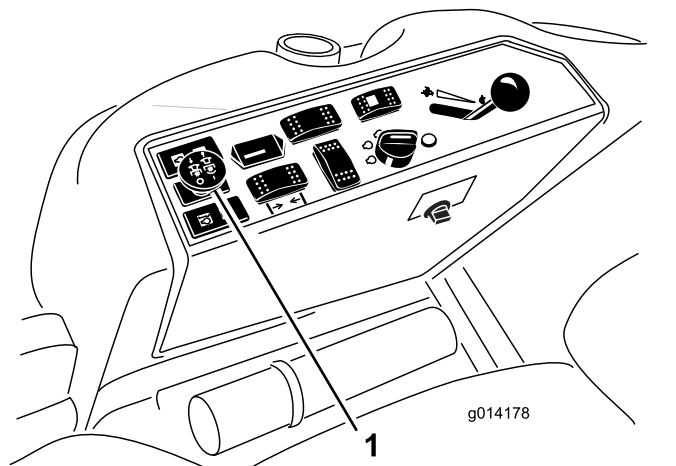

Figure 25
3. Tirez sur la commande de PDF pour engager la PDF (Figure 25).